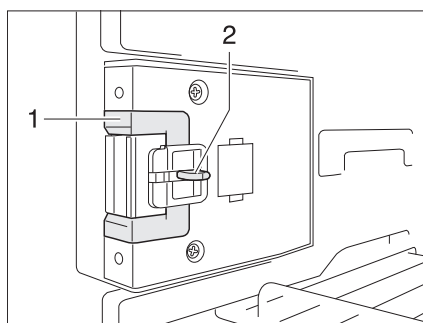
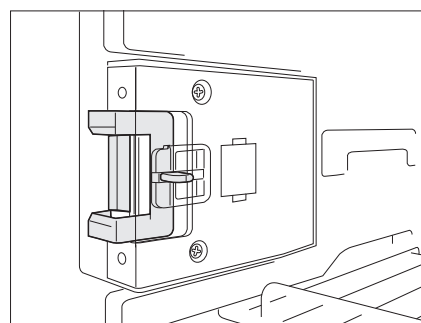

Fig. 210 Dispositif de fermeture en position normale
Fig. 211 Dispositif de fermeture en position de ventilation
- Presser le bouton de déverrouillage (Fig. 210,2).
- Pousser le dispositif de fermeture (Fig. 210,1) vers l'avant (Fig. 211).